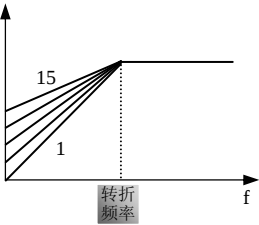

图 5-7 转矩提升示意图
- 选择直线式 V/F 曲线时，可通过 F502 设定转矩提升，设定值越大，补偿越大（如图 5-7 所示），起动电流也会增加，所以设定值过大会导致变频器过流保护。